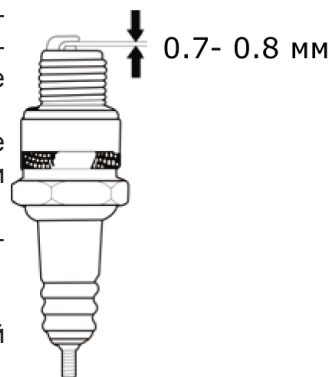

Рис. 21
5. Проверьте зазор между электродами свечи зажигания. Он должен составлять 0.7-0.8мм (Рис. 21). При необходимости отрегулируйте зазор.